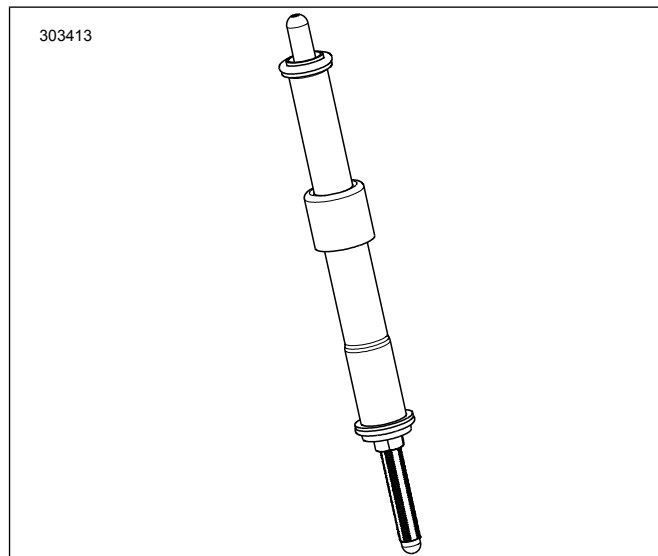

Figura 2. Vareta de compressão instalada na tampa da vareta de compressão
7. Figura 2 Instale as varetas de compressão da admissão nas tampas das varetas de compressão.